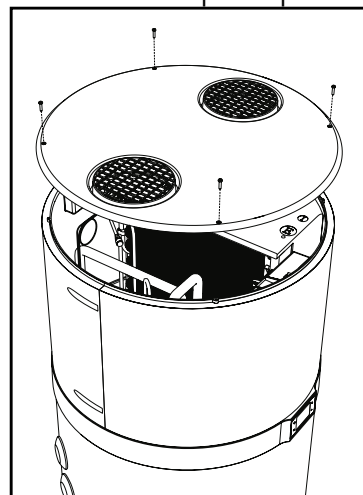

fig. 72- Extracción de la cubierta superior
- Retire la cubierta superior desenroscando primero los tornillos de bloqueo (fig. 72).